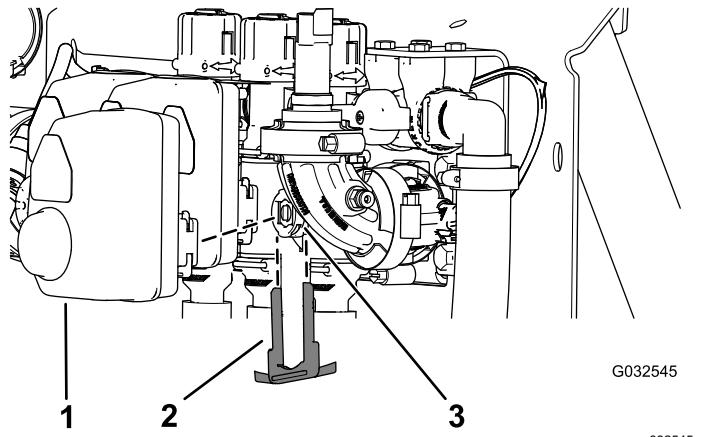

Figura 117
- Retire la horquilla de retención que sujeta el actuador la válvula multivía (válvula de sección o válvula de agitación) (Figura 117).